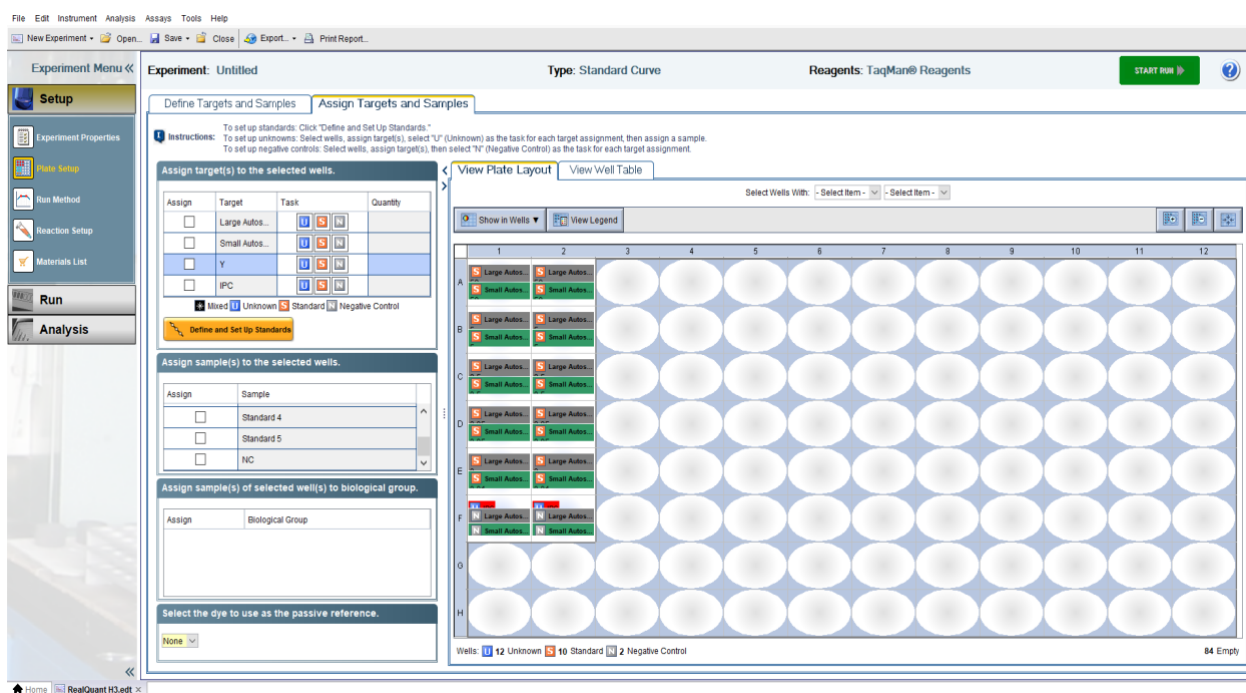

Рисунок 22
16. Выделить оставшиеся лунки плашки (рисунок 22).